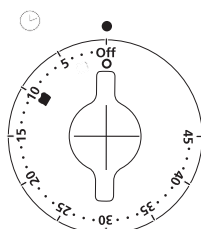

Figure 3
4. **Bouton de Minuterie:** Permet de régler le temps de cuisson jusqu'à 45 minutes. Une fois le temps de cuisson écoulé, la minuterie met le four automatiquement HORS tension. (Voir Figure 3)